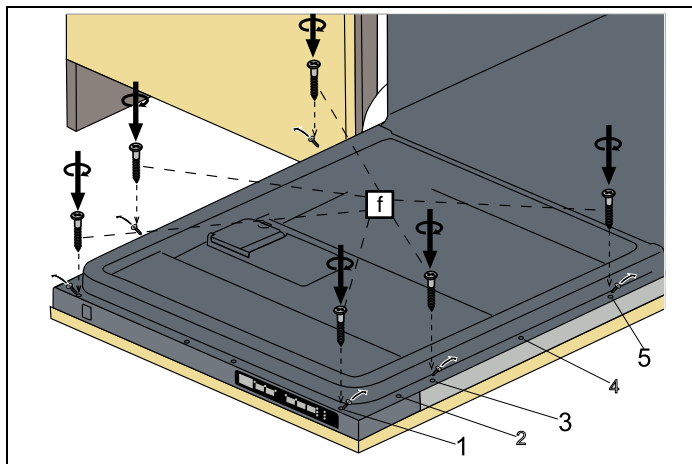

Fig. 27
- 6) Los tornillos situados en la puerta de madera se ajustan al lavavajillas en las descargas situadas en la lámina exterior de la puerta y se montan como se muestra en Fig. 27 .
- 7) Como se muestra en Fig. 27 , se instalan los tornillos \varnothing 5/32" x 53/32" (\varnothing 4 mm x 42,5 mm) en las posiciones I, III y V.